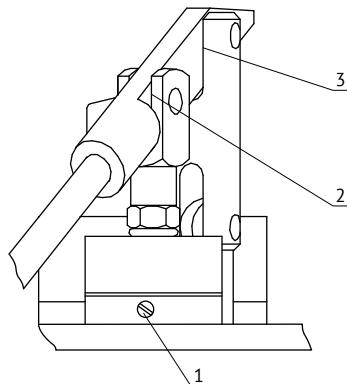

Рис. 8. Узел ручного насоса.
6.8 На ручном насосе открутите винт 1 (рис. 8) на $\frac{1}{2}$ оборота. Плавно качайте ручным насосом до тех пор, пока из под резьбы винта 1 не перестанут выходить пузырьки воздуха. После этого закрутите винт 1 с небольшим усилием.